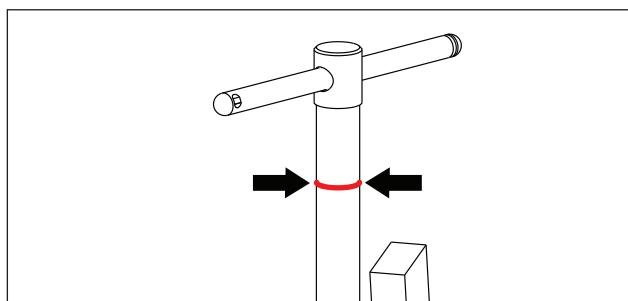

図6: ねじ止めのインジケーター (赤色の輪)
- 取り外す部品の上にブーラーを取り付けた後に、ねじ止めのインジケーターが見えることを確認してください。位置については図6を参照してください。調節ロッドを時計回りに回しすぎている場合、インジケーターは隠れており、ねじ止めの量が十分でないことを示しています。
- 操作中は、ブーラーのジョーの表示や調節ロッドの変形に注意してください。図6を参照してください。変形に気付いた場合は、直ちにポンプを停止してください。